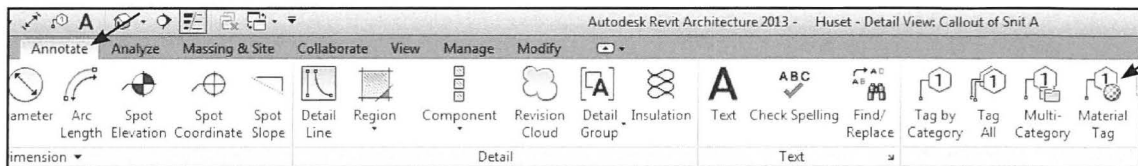

Fig. 15.42. Vælg *Annotate* - *Material Tag*.
- Gå til *Annotate* - *Material Tag* (Fig. 15.42)